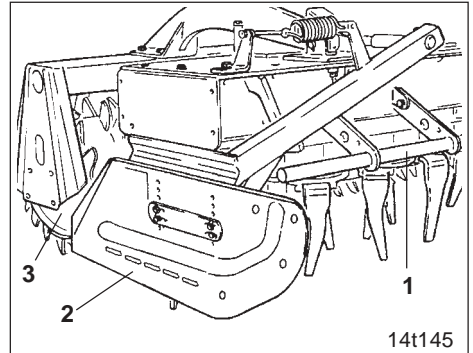

Fig. 4.1
1. Die Maschine darf nur zum Einsatz kommen, wenn Werkzeug-Schutzbügel (Fig. 4.1/1), Seitenleitbleche (Fig. 4.1/2) und eine Walze (Fig. 4.1/3) montiert sind!